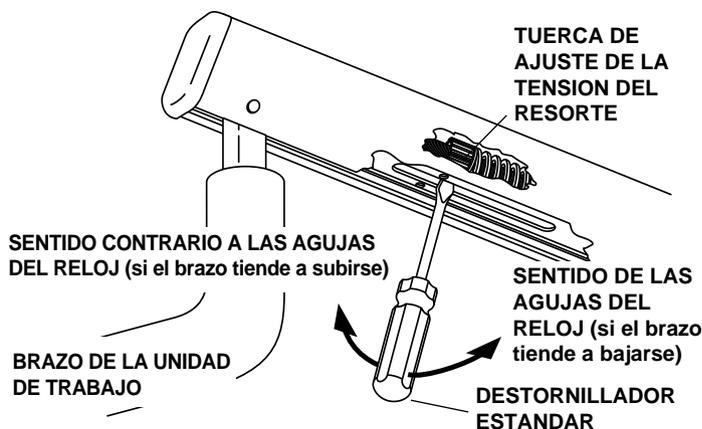

Figura 19. Ajuste de la tensión del resorte
- Si el brazo tiende a caerse, gire la tuerca de ajuste de la tensión del resorte en el sentido de las agujas del reloj (según se mira desde el extremo de control del brazo, véase la figura 19).